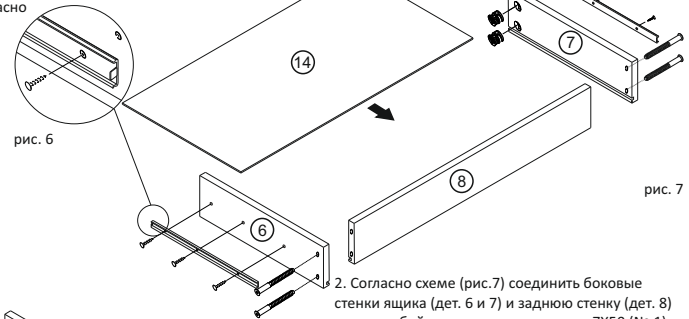

рис. 7
2. Согласно схеме (рис.7) соединить боковые стенки ящика (дет. 6 и 7) и заднюю стенку (дет. 8) между собой с помощью саморезов 7x50 (№ 1). Дно ящика (дет. 14) установить в паз до упора. Выдвигающие планки направляющих (№ 8) установить изогнутой частью к основанию боковых стенок со стороны, где будет устанавливаться фасад (рис. 6 и 7), закрепить с помощью саморезов 3,5x16 (№ 5).